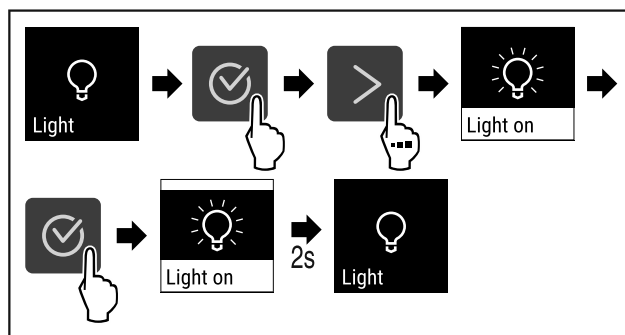

Fig. 86
- ▶ Wykonać czynności (patrz Fig. 86) .